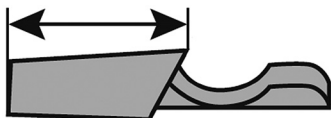

Рис. 11 Определение длины верхней грани режущего зуба
- Определите состояние режущих звеньев и длину верхней грани режущего зуба, которая должна остаться после заточки. Для этого найдите максимально изношенный (деформированный) режущий зуб и определите длину его верхней грани (Рис. 11). Пометьте его мелом или иным способом.